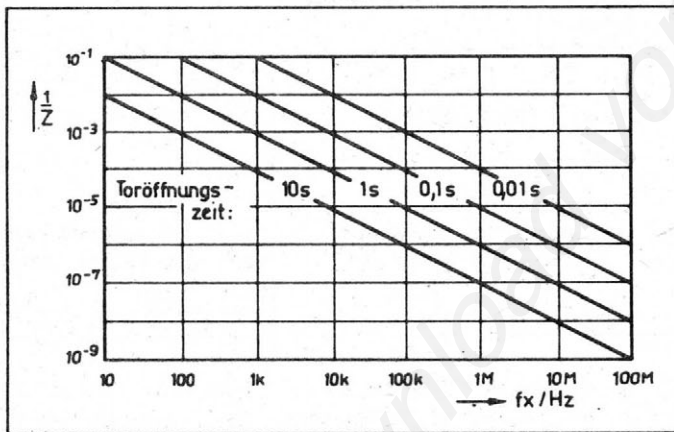

Bild 15: Quantisierungsfehler
- $\pm \frac{1}{Z}$  : Quantisierungsfehler nach Bild 15